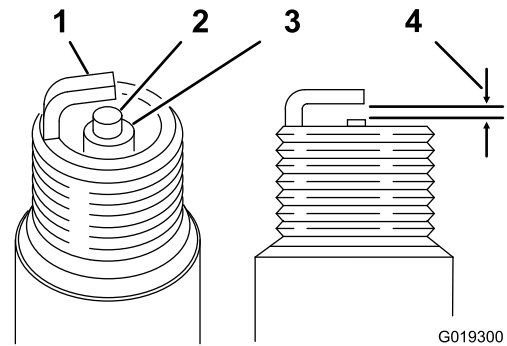

図 32
エアギャップ0.70-0.80 mm 図 32を参照。
4. 図 32のように、エアギャップを 0.70-0.80 mm に調整する。